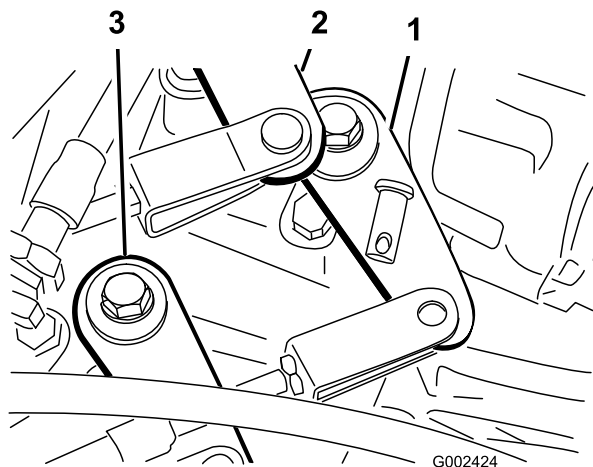

Figura 51
2. Togliete i perni che fissano i cavi ai bracci del cambio del transaxle (Figura 51).
1. Togliete i perni che fissano il cavo superiore - inferiore al transaxle (Figura 51).